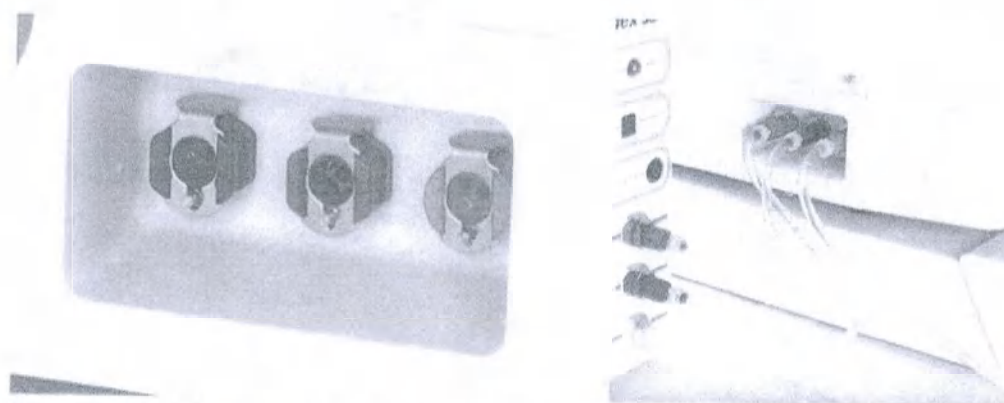

Рисунок 6 – Маркировка на корпусе аналитического блока Luminex 100/200
2. Подключите трубки для подачи обжимающей жидкости, для подачи воздуха и для забора обжимающей жидкости в соответствии с цветовой маркировкой к аналитическому блоку Luminex 100/200 (рисунок 6).